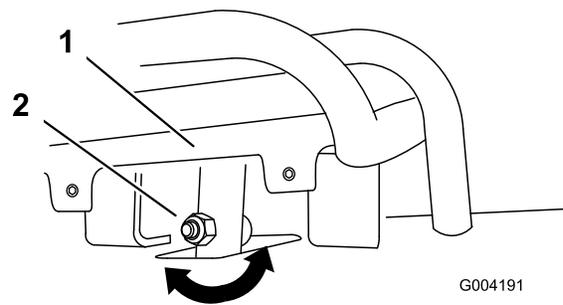
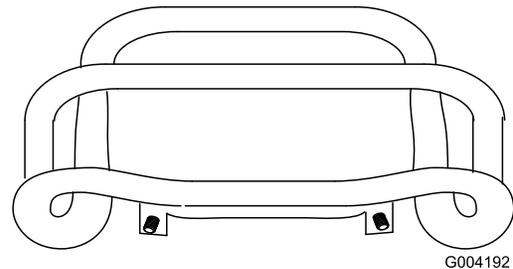

Рисунок 54
Рисунок 55
4. Если передняя часть рычага управления тягой не встает перпендикулярно контрольной штанге и уровень с ней, ослабьте гайку с буртиком и болт в хвостовике рычага управления тягой (Рисунок 54).
5. Отрегулируйте рычаг управления тягой таким образом, чтобы при перемещении прямо назад он вставал вровень с контрольной штангой (Рисунок 54 и Рисунок 55).